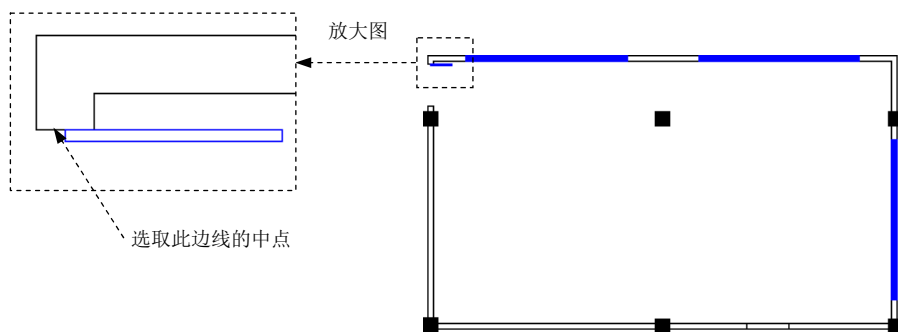

图 17.12.27 绘制矩形
Step12. 绘制矩形，选择下拉菜单 **绘图(D)** → **矩形(R)** 命令，选取图 17.12.27 所示的边线的中点为矩形的第一点，绘制长度为 750、宽度为 40 的矩形，完成后如图 17.12.27 所示。